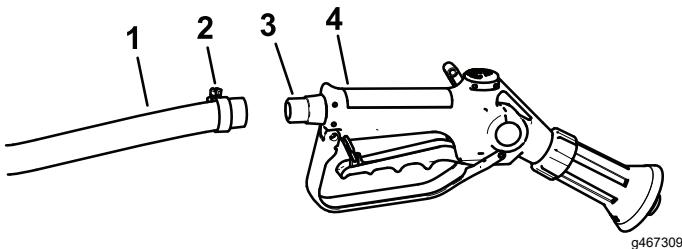

図 39
- ホース長のもう一端をスプレー ガンのフィッティングにつなぐ図39。